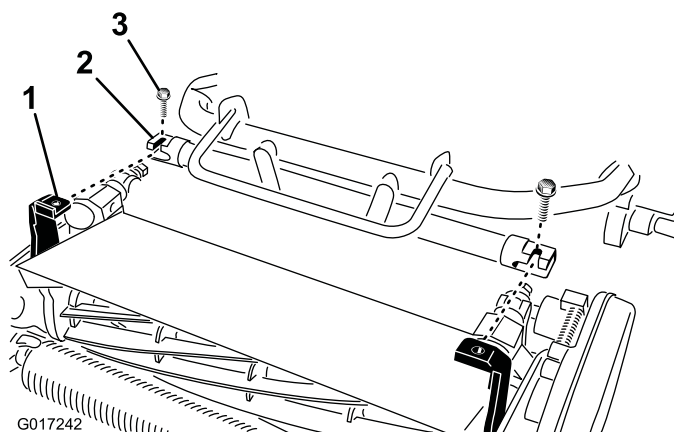

Figura 5
4. Manobre a estrutura da unidade de tração (Figura 5) para a frente até engatar nos braços articulados da unidade de corte.
5. Fixe a estrutura da unidade de tração aos braços articulados da unidade de corte com 2 parafusos 3/8 x 3/4 pol. (Figura 5)